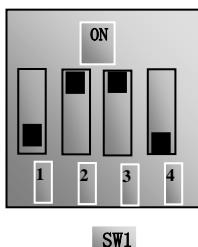
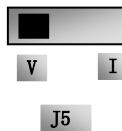

图 5-9
图 5-10
(4) 对于E2000-P系列变频器控制端子排附近有一个四位红色拨码开关SW1，如图5-9所示。拨码开关选择模拟量输入端子A11、A12输入范围（0~5V/0~10V/0~20mA）；通过F439设置输入信号类型为电压信号还是电流信号。出厂时拨码开关的位置如图5-9，即A11为0~10V输入，A12为0~20mA输入。
(5) 闭合D14开关，电机开始反向运转；
(6) 在运行中，可调节设定电位器，修改变频器当前设定频率；
(7) 在运行中，断开D14开关，再闭合D16开关，电机运行方向改变；
(8) 断开D14开关和D16开关，电机减速，直到停止运行；
(9) 断开空气开关，变频器断电。
(10) E2000-P有两路模拟量输出端子A01、A02，A02端子既可以输出电压信号也可以输出电流信号，电压电流输出选择开关是J5，见图5-10，A0输出关系如表5-3、5-4；